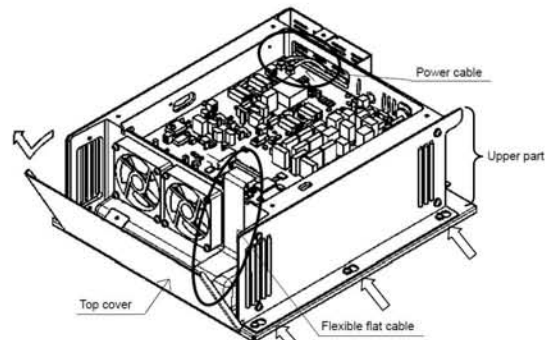

図2 [Fig.2]
Remove the top cover. [Fig.2]
- 3) フレキシブルケーブルをコネクタ(J101)から外します。次に、電源ケーブル(TB301とTB302)を端子から外します。(図2)
Remove the flexible flat cable from the connector (J101), and then remove the power cables from each terminal (TB301 and TB302). [Fig.2]
- 4) 筐体両側の6つのビスを緩め、筐体上部を取り外します。(図2)
Loosen the screws (six places) fixing the both sides of chassis, and then remove the upper part. [Fig.2]